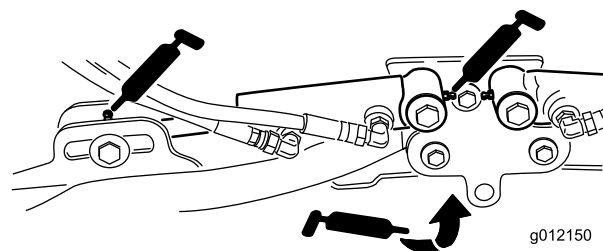

Рисунок 37
- Цилиндры подъемных рычагов режущего блока (по 2 шт.) (Рисунок 37).
- Оси поворота подъемного рычага (по 1 шт.) (Рисунок 37)